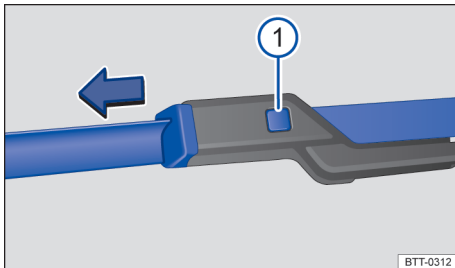

Fig. 162 Sustituir las escobillas de los limpiaparabrisas.
- Mantenga la tecla de desbloqueo → fig. 162 ⓘ pulsada y, al mismo tiempo, retire la escobilla de los limpiaparabrisas en el sentido de la flecha.